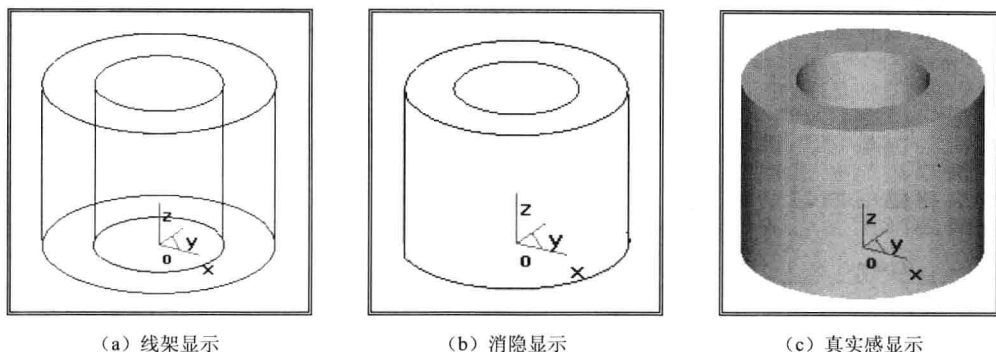

图 1-1-3 三种显示效果
1) 功能 CAXA 制造工程师对造型有三种显示效果，分别为线架显示、消隐显示和真实感显示，如图 1-1-3 所示。